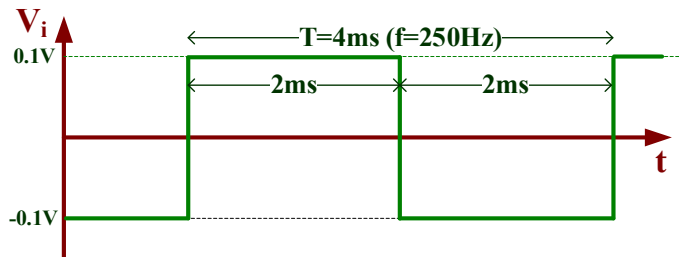

Figura V.4. Señal cuadrada.
B) Aplicar a la entrada una onda cuadrada de 0.2V de tensión pico-pico y 4ms de periodo tal como se muestra en la figura V.4. Medir la tensión pico-pico de V_o .